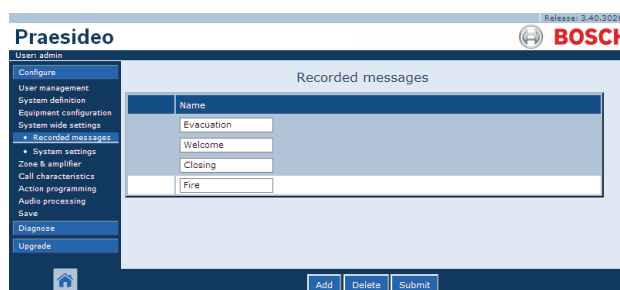

figura 45.7: Eliminación del registro de un mensaje, paso 2
- Haga clic en cualquier parte de la fila del mensaje grabado que vaya a eliminar. Se resaltará toda la fila (consulte figura 45.7).